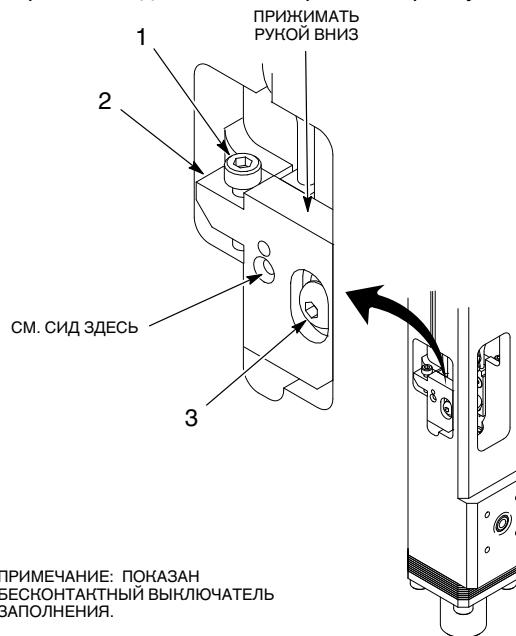

Рис. 5 Настройка типового бесконтактного датчика
2. См. рис. 5. Ослаблять винт (3), пока не освободится пластина выключателя (2).
3. Прижимая рукой пластину выключателя (2) вниз, выполнить следующее:
- a. При помощи сферической головки штифтового ключа-шестигранника поворачивать регулировочный винт (1) по часовой стрелке, пока не погаснет СИД.
- b. Медленно поворачивать регулировочный винт (1) против часовой стрелки, пока не начнет светиться СИД. Довернуть регулировочный винт на $\frac{1}{4}$ оборота против часовой стрелки.
- c. Затянуть винт (3) моментом 1,3 Н•м (14 дюйм-фунтов).
- a. При помощи сферической головки штифтового ключа-шестигранника поворачивать регулировочный винт (1) против часовой стрелки, минуя точку срабатывания, пока не погаснет СИД.
- b. Медленно поворачивать регулировочный винт (1) по часовой стрелке, пока не начнет светиться СИД. Довернуть регулировочный винт на $\frac{1}{4}$ оборота по часовой стрелке.